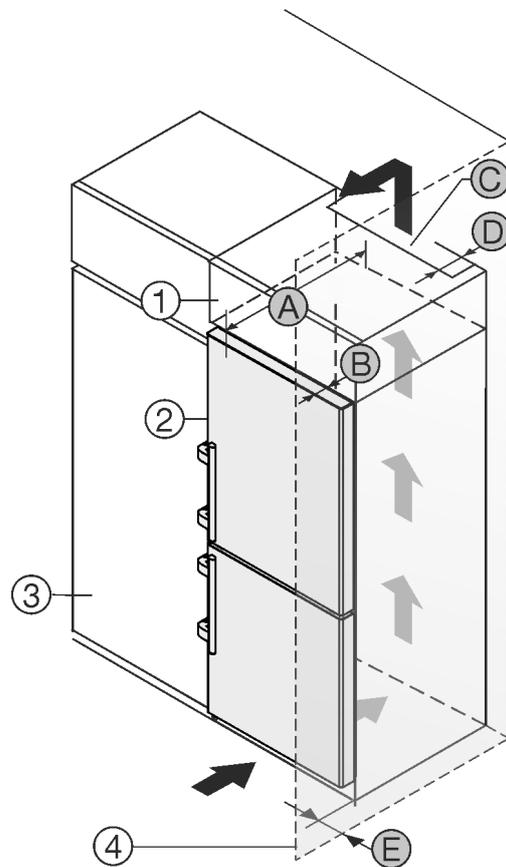

Fig. 2
- (1) Επικαθήμενο ντου - λάπι\*
- (2) Συσσκευή\*
- (3) Ντουλάπι κουζίνας\*
- (4) Τοίχος\*
- (A) Βάθος συσκευής\*
- (B) Βάθος πόρτας\*
- (C) Διατομή αερισμού\*
- (D) Απόσταση πλάτης συσκευής\*
- (E) Απόσταση από το πλάι της συσκευής\*
Μπορείτε να τοποθετήσετε τη συσκευή ακριβώς δίπλα από το ντουλάπι κουζίνας Fig. 2 (3).\*
Στην πίσω πλευρά του επικαθήμενου ντουλαπιού πρέπει να υπάρχει ένα κενό εξαγωγής αέρα με βάθος Fig. 2 (D) σε όλο το πλάτος του επικαθήμενου ντουλαπιού.\*
Κάτω από την οροφή του δωματίου πρέπει να τηρείται η διατομή εξαερισμού Fig. 2 (C).\*
Εάν τοποθετήσετε τη συσκευή με τους μεντεσέδες δίπλα σε κάποιον τοίχο Fig. 2 (4), τότε πρέπει η απόσταση ανάμεσα στη συσκευή και στον τοίχο να ανέρχεται σε τουλάχιστον 57 mm. Αντιστοιχεί στην προεξοχή της χειρολαβής όταν η πόρτα είναι ανοιχτή.\*
Για να μπορείτε να ανοίγετε τελείως την πόρτα, πρέπει η συσκευή να προεξέχει κατά το βάθος της πόρτας Fig. 2 (B) από την πρόσοψη του ντουλαπιού κουζίνας. Η συσκευή μπορεί να προεξέχει περισσότερο, ανάλογα με το βάθος των ντουλαπιών κουζίνας Fig. 2 (3) και την χρήση αποστατών τοίχου.\*